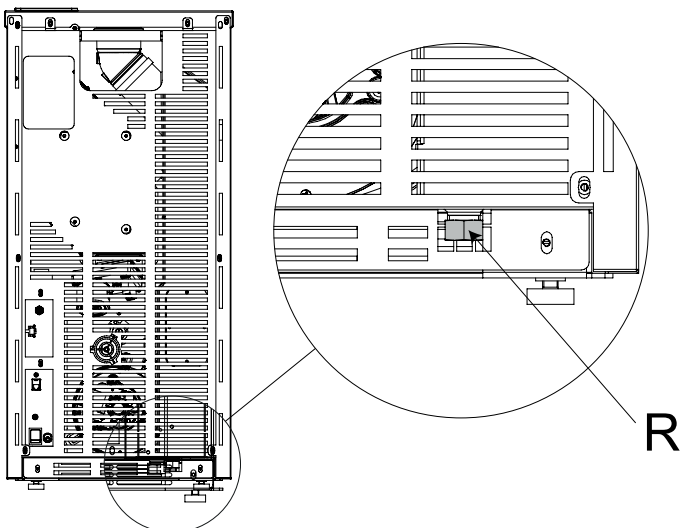

fig. 5.12
13.5.2 Als extra veiligheidsmaatregel is er een schroefkoppeling met afsluitdop voorzien voor het verbinden van een condensafvoerpijp, voor het onwaarschijnlijke geval dit noodzakelijk mocht zijn (Fig. 5.12)